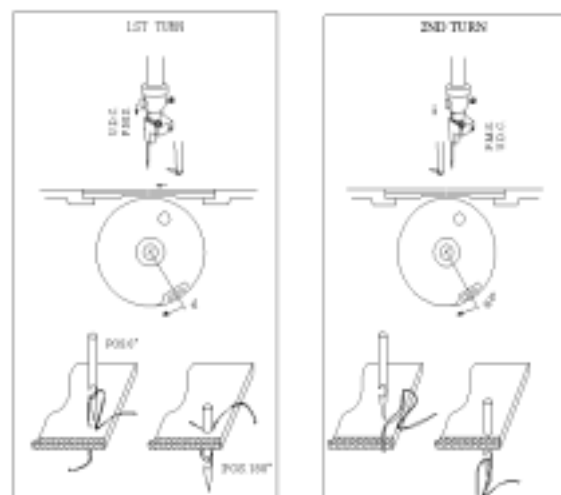

FIG. 5,6
1er cycle: Formation du point sur la partie supérieure de la structure Le premier cycle commence avec l'aiguille enfilée qui descend de l'U.D.C. (Centre Mort Supérieur) avec le crochet supérieur (46), commencer le coup dans lequel il le prend fil sur l'aiguille, et finitions avec l'aiguille en arrière à l'U.D.C. sans le fil pendant que le crochet supérieur est dans une place du repos derrière l'aiguille. FIG. 5